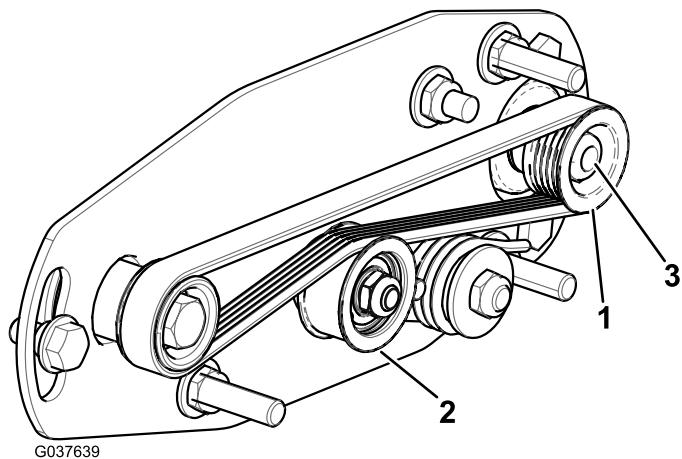
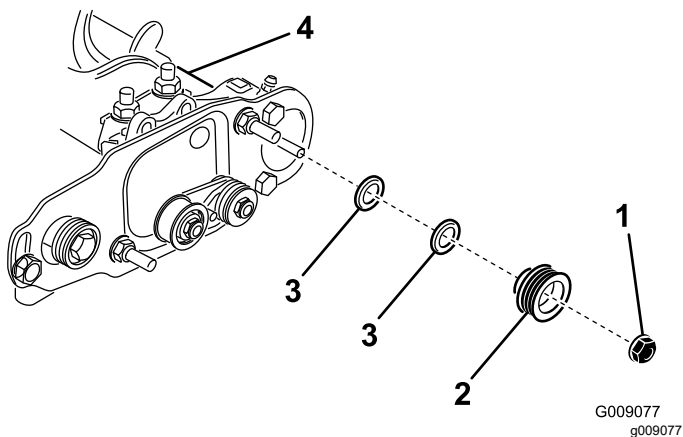

图 24
图 25
- 从动皮带轮位于滚筒刷轴可以自由出入 图 24。
2. 旋转滚刀会带动驱动皮带轮旋转把皮带从驱动皮带轮上撬下来图 24。
3. 卸下将从动皮带轮固定至刷轴的锁紧螺母图 24 或图 25。
4. 从轴上卸下从动皮带轮图 25。
5. 如果皮带轮需要移出可添加 0.8mm 厚的垫圈图 25。
6. 如图 25 所示安装皮带轮。